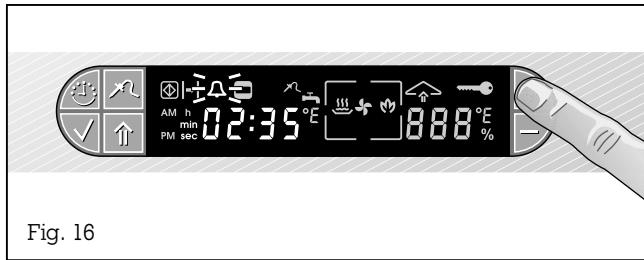

Fig. 16
- Appuyez sur la touche + de l'afficheur. Le symbole  $\Delta$  (minuteur) clignote (fig. 16).